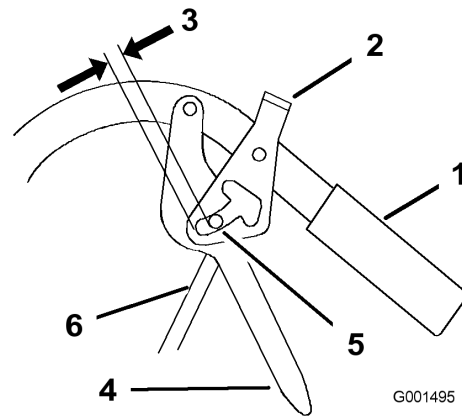

Figura 46
2. Ajuste la longitud de la varilla de control enroscando la varilla en el acoplamiento o desenroscándola, hasta que quede una holgura de 5 a 6 mm (3/16 a 1/4 pulgada) entre la varilla de control y la parte inferior del mecanismo de bloqueo de punto muerto/freno de estacionamiento (Figura 46).